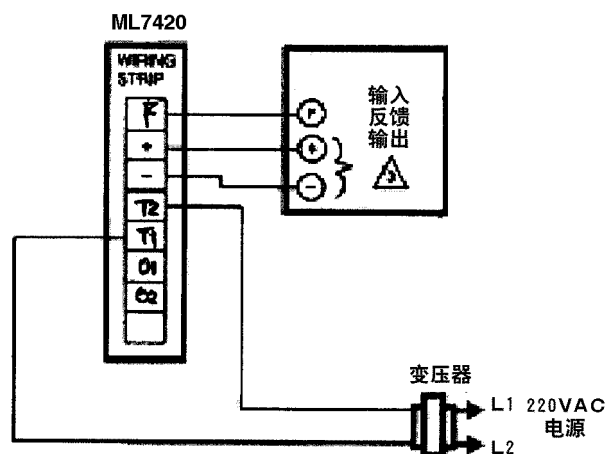
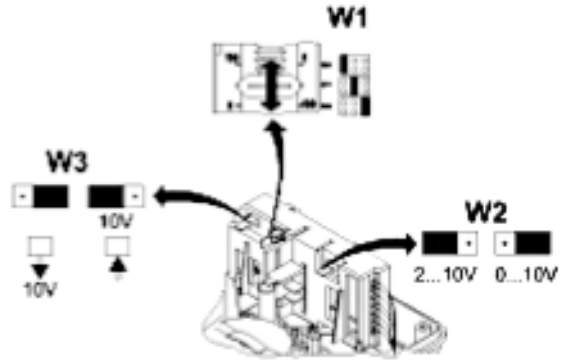

图 6 ML7420 与带反馈输出的控制器的连接示意
图 11, W1, W2 和 W3 选择开关位置。
2. 按图 6 ~ 10 进行接线（如需要现场改变功能特性，选择插头的改变按图 11 进行）
模拟信号在工厂设为0~10Vdc, 改变W2选择插头可改变为2~10Vdc。W1, W2的位置看图11在PCB保护片的背后